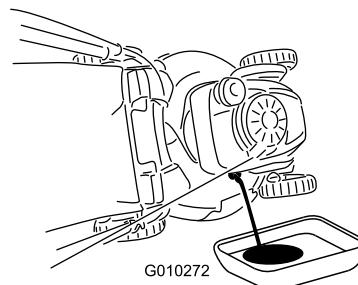

Figura 45
4. Ponga el cortacésped de lado (con el filtro de aire hacia arriba) para drenar el aceite usado a través del tubo de llenado de aceite (Figura 45).